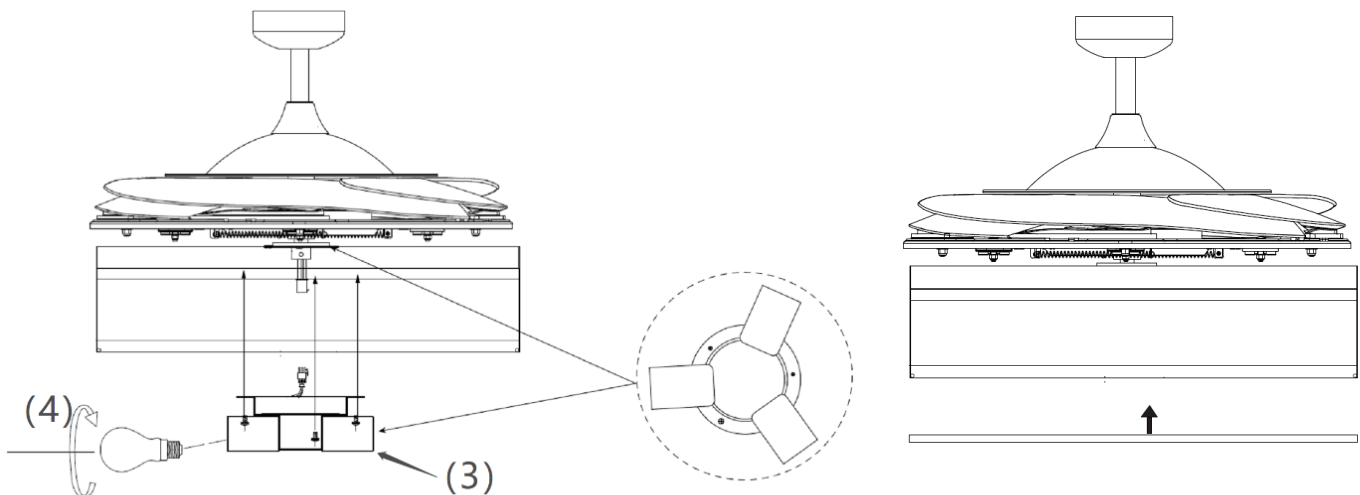

Fig. 7
4. Conecte el conector rápido a la parte del portalámparas (3). (Fig. 7)
5. Asegure el soporte de la pantalla (3) al soporte de la lámpara apretando los 3 tornillos. No apriete en exceso.
6. Instale las bombillas (4) (no incluidas) en los portalámparas. No exceda la potencia nominal máxima.